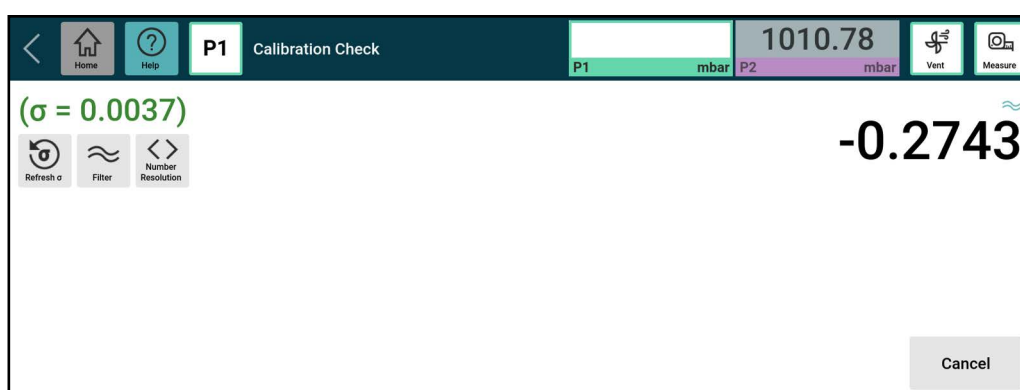

Abbildung A-9: Kalibrierungsprüfbildschirm
- **Kalibrierungsprüfung** – öffnet den **Kalibrierungsprüfbildschirm**. Siehe Abbildung A-9.
Abbildung A-9 zeigt den **Kalibrierungsprüfbildschirm**, den du verwendest, um einen Sensor zu überprüfen (nicht zu kalibrieren). Um diesen Bildschirm zu finden, wählen Sie das **Einstellungssymbol**, dann **Kalibrierung**, geben Sie die Kalibrierungs-PIN ein, dann wählen Sie **Sensorkorrektur** und wählen Sie den zu kalibrierenden Sensor. Wählen Sie schließlich Kalibrierungsprüfung aus.